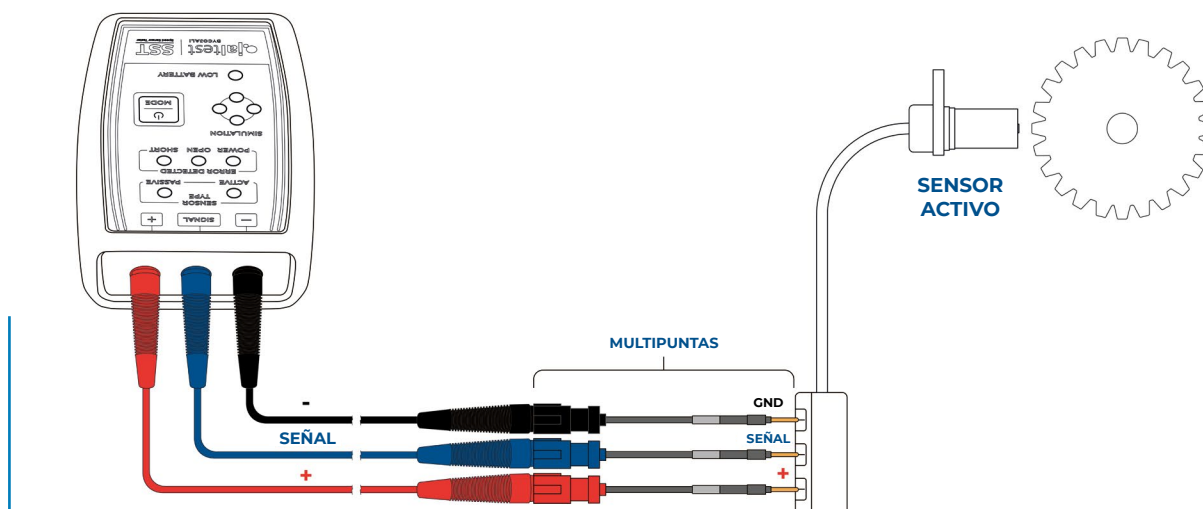

FIGURA 2
- 1 Desconectar el sensor de velocidad del vehículo y conectarlo al dispositivo Jaltest SST mediante multipuntas según la FIGURA 2 del apartado diagramas de conexión.
- 2 Encender el dispositivo y entrar en el modo Lectura Sensor Pasivo interactuando con el botón de selección de modo (I) de acuerdo a las pulsaciones descritas en la tabla de funciones de la pág. 6. Debe encontrarse encendido el led de Sensor Pasivo, así como de los errores que pueden aparecer.